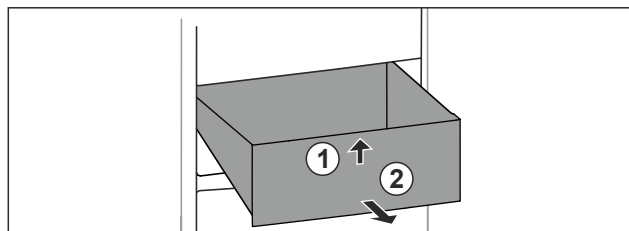

Fig. 92
- ▶ Приподнимите выдвижной ящик спереди. Fig. 92 (1)
- ▶ Извлеките выдвижной ящик движением вперед. Fig. 92 (2)